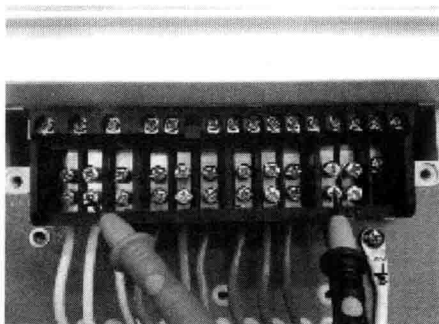

图 1 测量电压示意图
- 2) 使用万用表分别测量三相相电压 U_1 、 U_2 、 U_3 。测量电压示意图如图 1 所示。